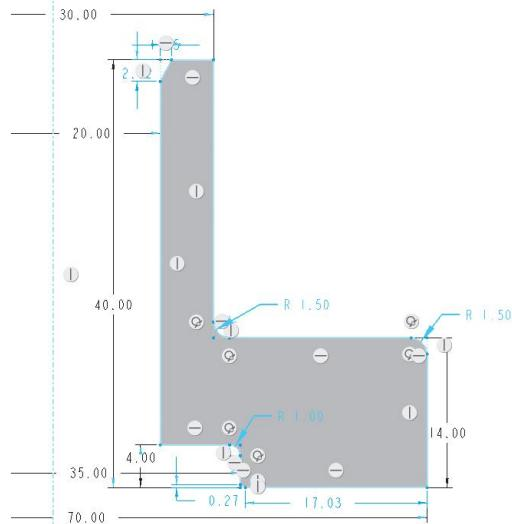

图 2-1-8 圆角尺寸标注
(1) 在草绘器中，单击“”按钮，单击选取需要标注直径或半径的圆或圆弧。移动鼠标，以鼠标中键单击尺寸位置。
(2) 单击“”按钮或执行其他命令，结束尺寸标注。
(3) 已经存在的弱尺寸，可通过双击草图来修改尺寸，完成圆角尺寸标注，如图 2-1-8 所示。